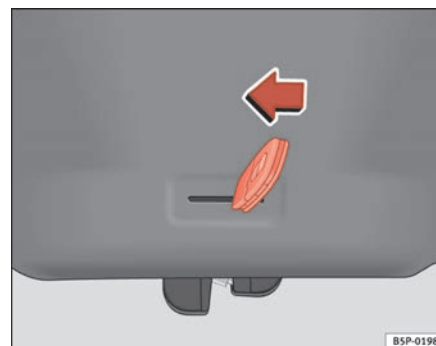

Fig. 47 Porta-bagagens: abertura de emergência
- Introduza o palhetão da chave na ranhura e destranque o sistema de fecho, rodando a chave da direita para a esquerda, tal como indica a seta ⇒ **fig. 47.** ■